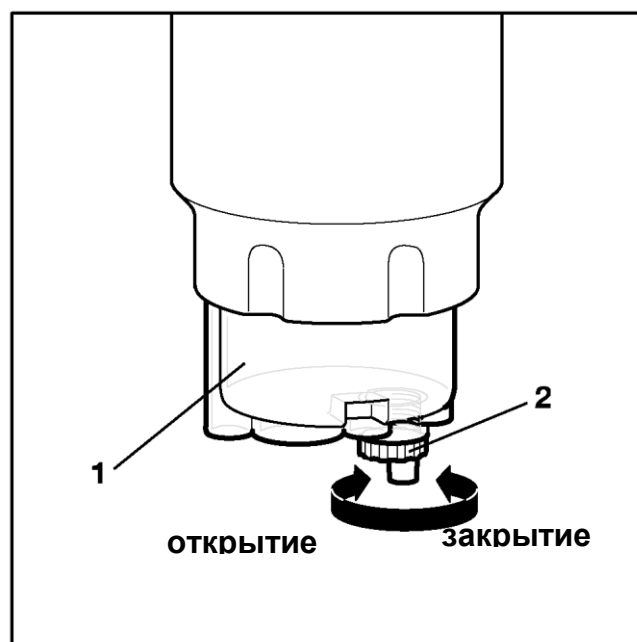

Рис. 4. Слив воды
- Проверить, закрыта ли водоспускная пробка (смотри также Рис. 4).
- Выкрутить сливную пробку (поз. 2, Рис. 4) на днище водосборного бачка (поз. 1, Рис. 4) и слить воду.
- Закрутить вновь сливную пробку (поз. 2, Рис. 4).